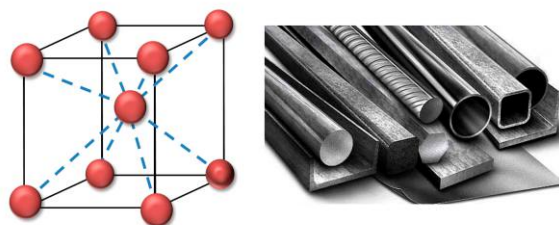

Fig. 2 Representación de la distribución de los átomos en el hierro.
- Metales: si espiáramos dentro de ellos mediante potentes microscopios especiales, veríamos que sus átomos tienen una distribución regular en las tres direcciones del espacio. Por ello se los llama *materiales cristalinos*. En particular, si a temperatura ambiente el cristal espiado fuera el hierro, se vería la distribución de átomos mostrada en la Fig.2. Geométricamente hablando, esos átomos estarían ubicados en los vértices y en el centro de sucesivos cubos dibujados en cada dirección. Las fuerzas que mantienen unidos los átomos de los metales entre sí son fuertes, aunque no tan fuertes como las uniones fuertes en los polímeros.